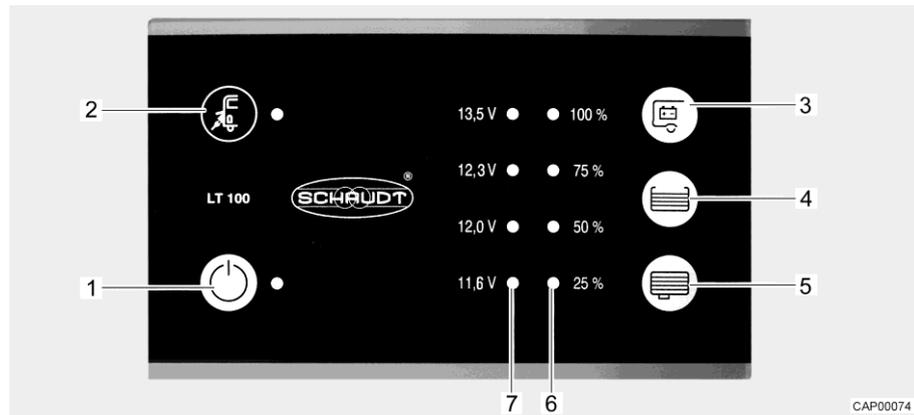

Fig. 70 Panel (LT 100)
El LED amarillo en el símbolo de conexión a la red "⚡" (Fig. 70,2) estará iluminado mientras que el vehículo esté conectado a una alimentación de red externa. Entonces, el LED también estará iluminado al estar el panel desconectado.
El interruptor principal de 12 V (Fig. 70,1) conecta y desconecta el panel y la alimentación de 12 V del habitáculo.
- Pulsar el interruptor "⏻" (Fig. 70,1): La alimentación de 12 V del habitáculo está conectada. El LED está iluminado de color verde.
- Volver a pulsar el interruptor "⏻" (Fig. 70,1): La alimentación de 12 V del habitáculo está desconectada. El LED se apaga.
La serie de LED (Fig. 70,7) indicará la tensión de batería de la batería del habitáculo del modo siguiente:
- Pulsar la tecla "E" (Fig. 70,3): Indica la tensión de la batería del habitáculo.
La serie de LED (Fig. 70,6) indicará el nivel de llenado del depósito de agua potable o del depósito de aguas residuales.
Indicar el nivel de llenado: Pulsar la tecla "☰" (Fig. 70,4): Los LED iluminados indicarán el nivel de llenado del depósito de agua potable.
Pulsar la tecla "☷" (Fig. 70,5): Los LED iluminados indicarán el nivel de llenado del depósito de aguas residuales.